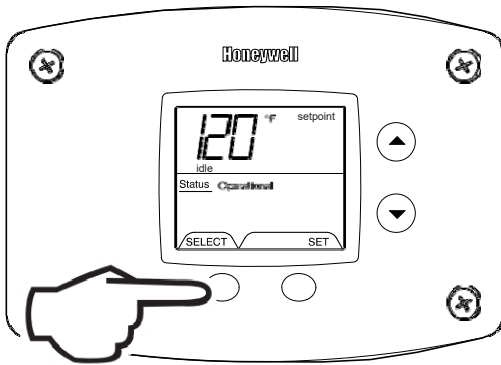

Fig. 46
4. Setpoint (Display/Change) (Fig. 46).